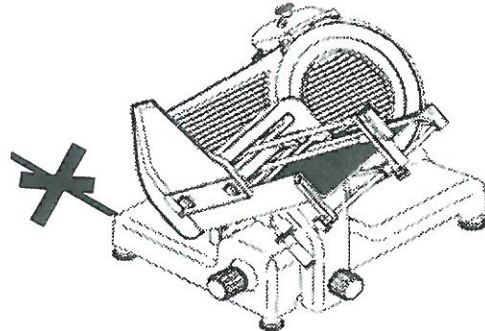

Abb.29
- Nicht an der Maschine oder am Kabel ziehen, um den Stecker auszustecken (Abb. 29).